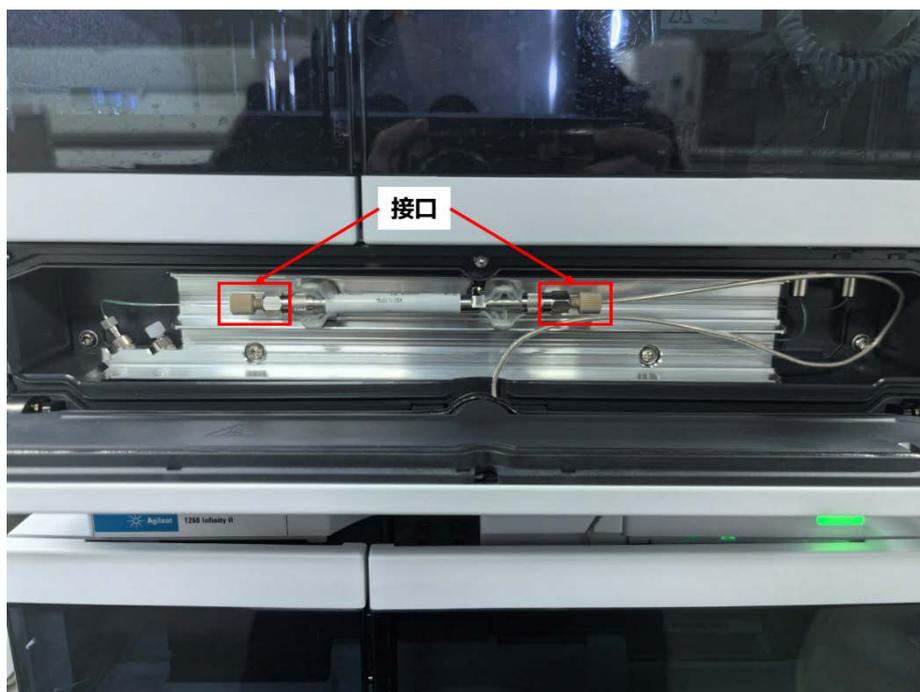

图 5 柱温箱模块实物图
5. 柱温箱模块(如图 5): 根据使用条件选择合适的色谱柱。目前装的色谱柱型号是 EC-C18, 使用前需要查阅色谱柱的说明书, 了解色谱柱的使用温度、pH 范围等, **对于 EC-C18, 禁止通过 100 % 的水流动相!** 如果需要更换色谱柱, 需要注意色谱柱流动方向, 并且两端需要与接口拧紧。拧紧后拔几下旁边管线, 如果不能拔出, 说明已经拧紧。如果测试条件下流动相压力超过 200 bar, 需要更换接口为金属接口。